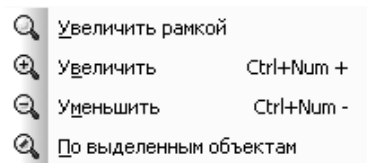

Рис. 2.11. Всплывающее меню пункта **Масштаб** выпадающего меню пункта **Вид** главного меню
- **Масштаб** вызывает всплывающее меню, показанное на рис. 2.11.